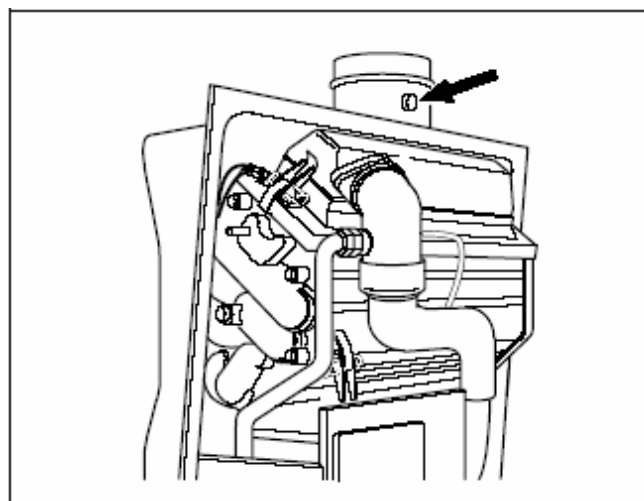

Рис. 30 Точка измерения на дымовых газах
- Измерить и записать содержание CO_2 в точке измерения на дымовых газах (рис. 30).
Точку измерения см. на рис. 30.